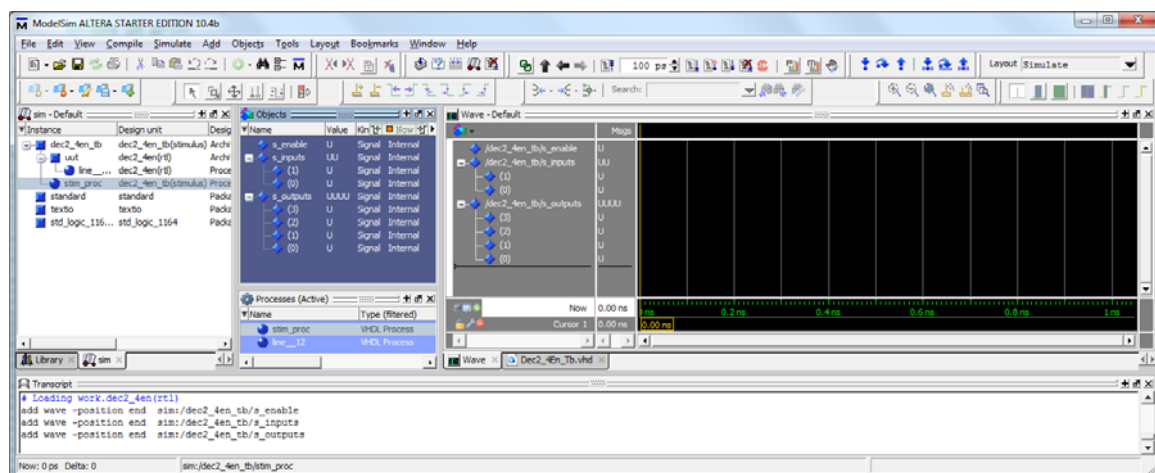

Figura 7 – Sinais **s\_enable**, **s\_inputs** e **s\_outputs** adicionados à janela “Wave”.
10. Adicione à janela “Wave” (por *drag-and-drop* da janela “Objects”) os sinais da *testbench* ligados aos portos da entidade a simular (**s\_enable**, **s\_inputs** e **s\_outputs**) conforme ilustrado na Figura 7.